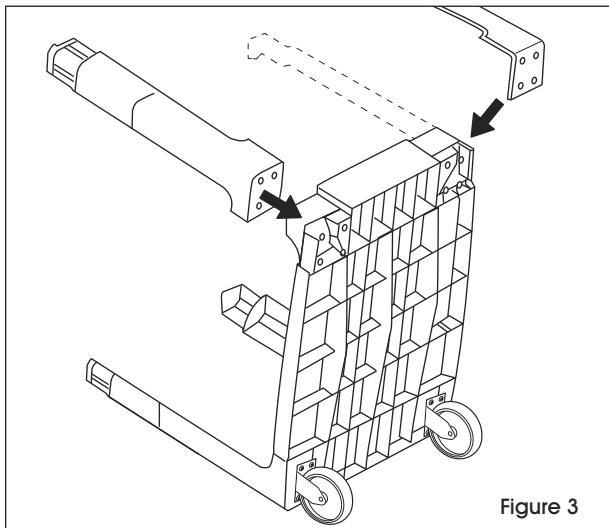

Figure 3
5. Tournez le chariot sur le côté de façon à ce que les supports soient appuyés au sol. (Voir Figure 3)